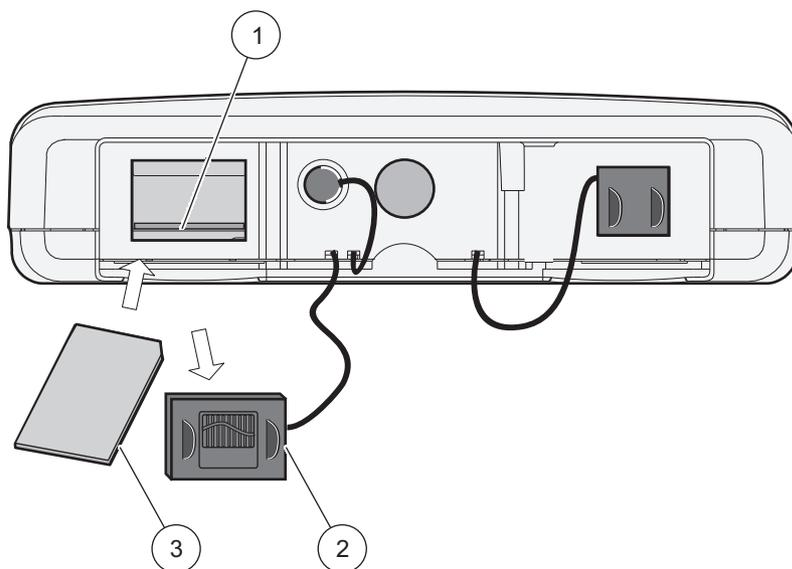

Abbildung 8 Unterseite des Display Moduls
4. Abdeckung des SD-Kartenschachts am Displaymodul des sc1000 Controllers entfernen (Abbildung 8).